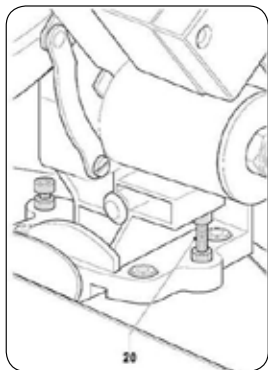

FIGURA 8.3
- Utilice una escuadra para verificar el ángulo entre la sierra y la mesa inferior (12). En caso de que el ángulo no mida 90° proceda al siguiente ajuste:
- Afloje el botón-traba ángulo (6) y mueva la mesa superior de tal modo que la lámina de la sierra esté en el ángulo de 90°.
- Afloje la contratuerca (20) del tornillo de ajuste y apriete el tornillo de ajuste en sentido horario o antihorario hasta alcanzar 90°. Apriete la contratuerca Figura 8.3.